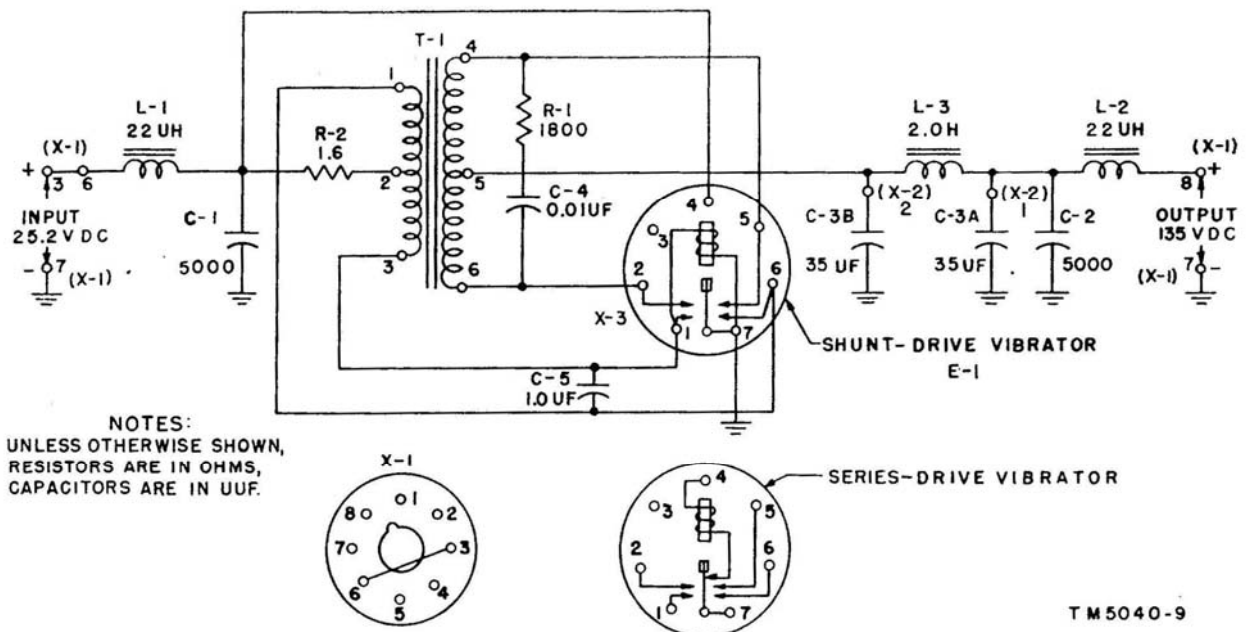
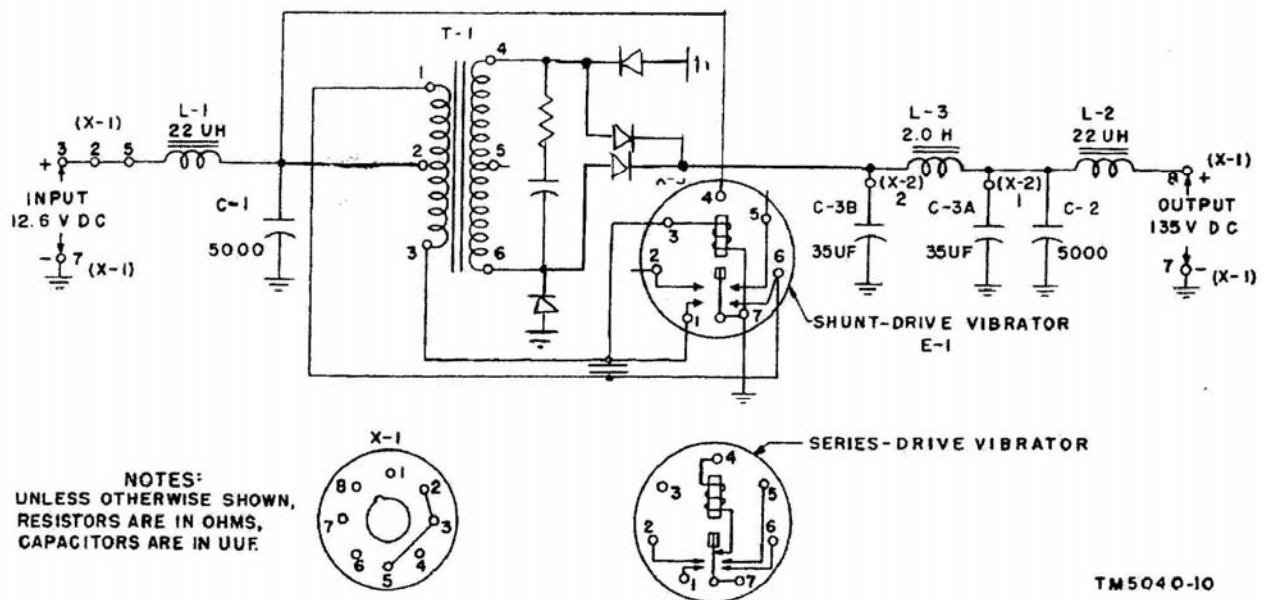

Fig. 1 – PP-282 originale
Fig. 2 – PP-282 modificato
Osservando lo schema del PP-282 (fig. 1) si nota che è possibile, pur alimentando il primario del trasformatore con tensione dimezzata, ottenere la regolare tensione di uscita in DC dell'alimentatore. Basta utilizzare un raddrizzatore a ponte al posto di quello originario a doppia semionda, sincrono, costituito dai contatti del vibratore (fig. 2).
- Eliminare i collegamenti al secondario del trasformatore (terminali 4, 5, 6); procurare 4 diodi 1N4007 (o un ponte raddrizzatore da 400V - 1A) e collegarli come da fig. 2.
- Modificare la ponticellatura del connettore octal X1 come mostrato in fig. 2 (la situazione di partenza è quella di fig. 1) - Nota: **IMPORTANTE !**